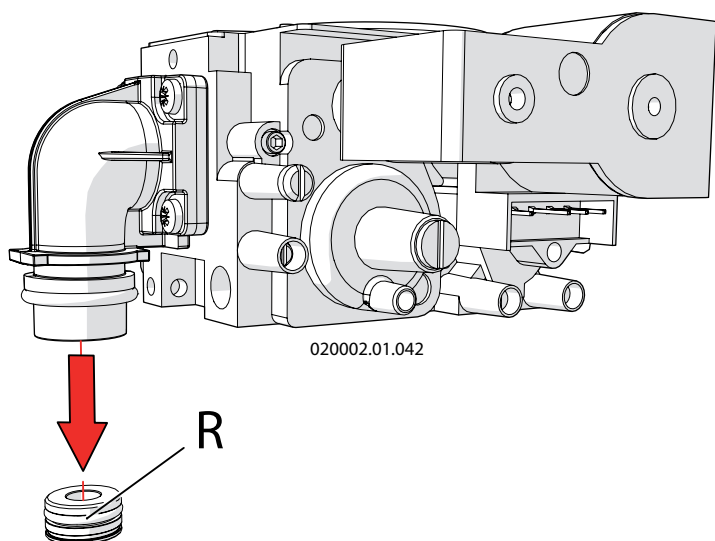

Figura 6-5 - Sostituzione ugello gas
17. - Sostituire l'ugello del gas "R" (vedi figura 6-5) con quello opportuno secondo quanto riportato in figura 6-8 alla voce "Diametro ugello gas";